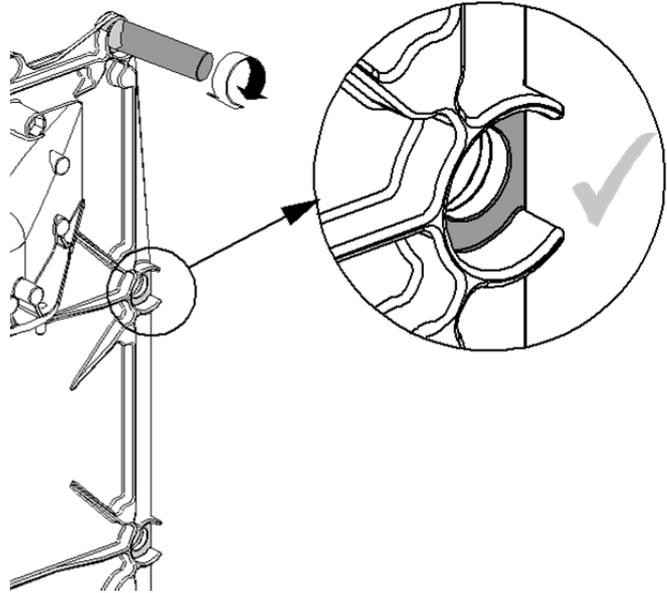

Abb. 49: Auftragen der Keramikpaste bei ProCon Streamline 25 H/HE und 25/32 H/HE
- ➔ Tragen Sie Keramikpaste auf, wenn dort keine oder zu wenig vorhanden ist (s. Abb. 49).